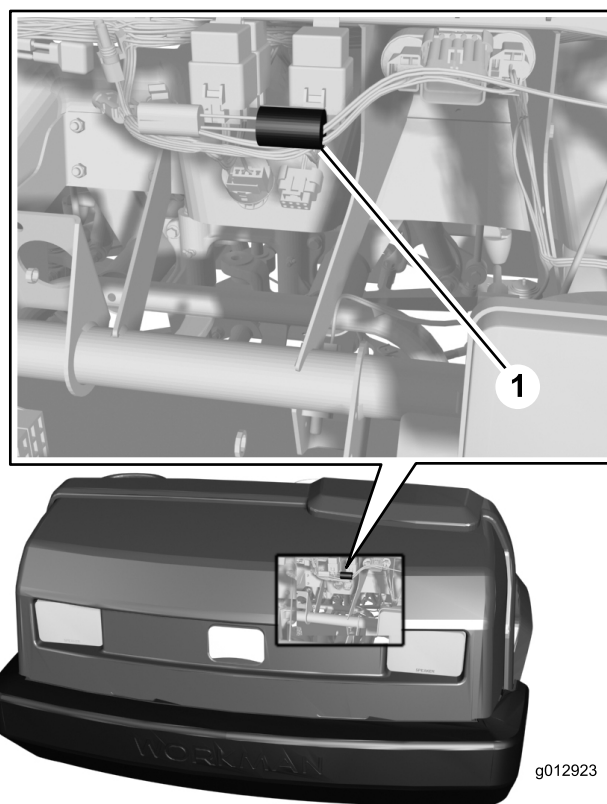

図 2
4. 車両のフロント部で、遅延タイマーハーネスに接続されているワイヤハーネスを探し出す 図 2。ワイヤハーネスのコネクタを外す。
5. キットに入っているワイヤハーネスを使用して、2つのコネクタを、車両にある個別のコネクタに接続する 図 2。